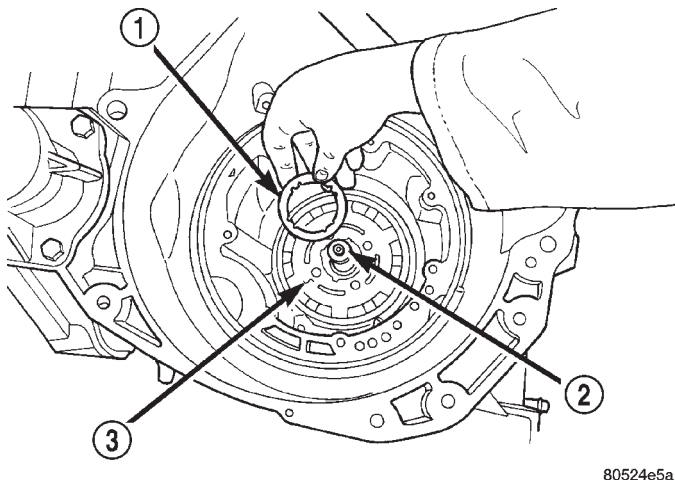

Fig. 38 Arandela de empuje n° 9
(38) Retire la arandela de empuje n° 9 del conjunto del engranaje planetario trasero (Fig. 38).